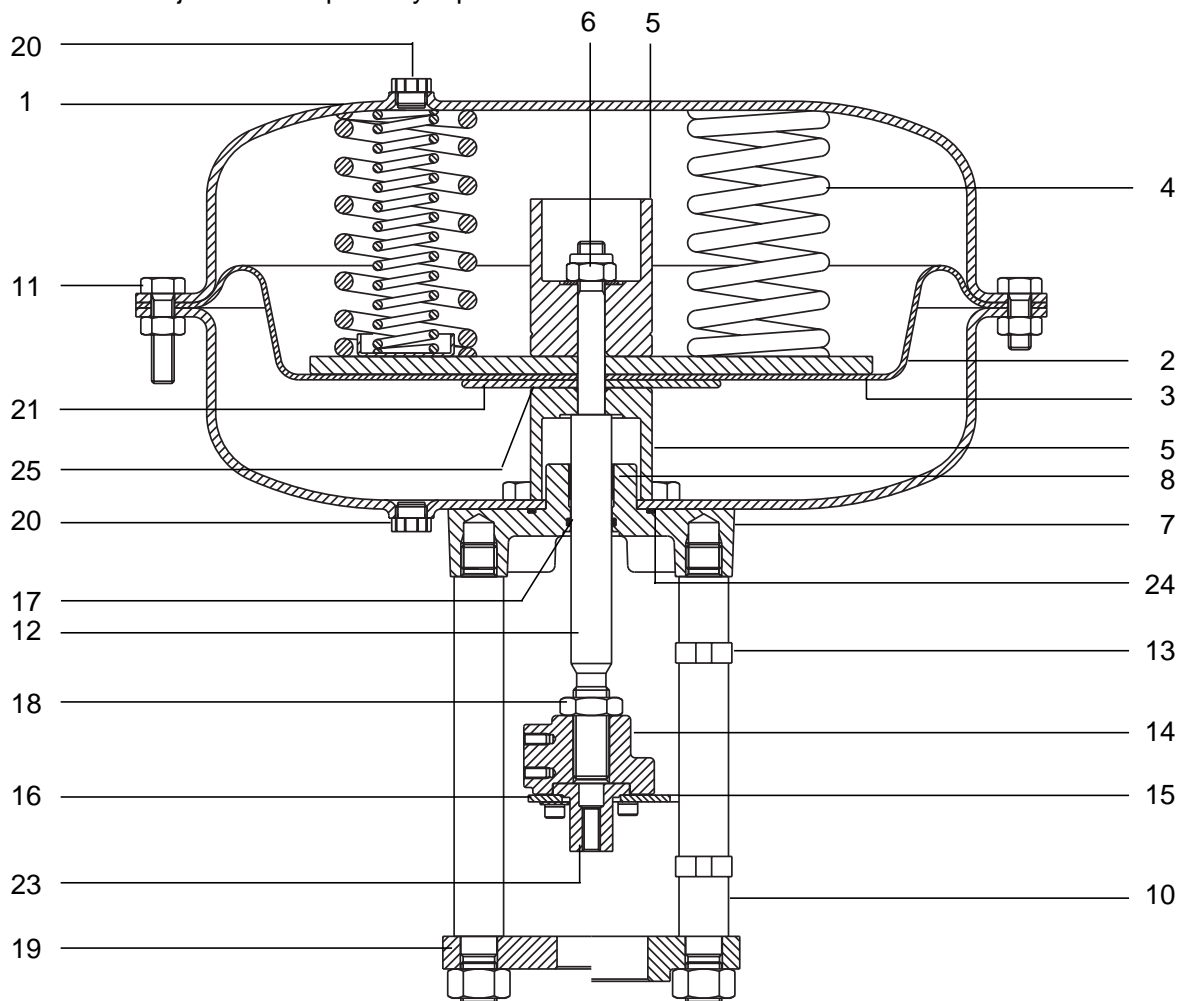

Fig. 9 Actuadores serie PN 5500, PN 5600
6.1.1 Kit Diafragma - Cómo Instalarlo (Ver Fig. 9) Desmonte el actuador de la válvula cómo se describía en la Sección 4.1
6.1.2 Kit Resorte - Cómo Instalarlo (Ver Fig. 9) Desmonte el actuador de la válvula cómo se describe en la Sección 4.1.